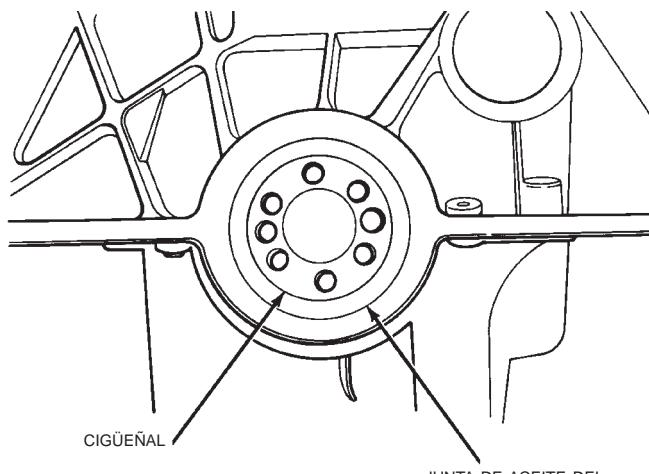

Fig. 66 Reemplazo de la junta de aceite trasera del cigüeñal
(1) Retire la placa de mando del convertidor o el volante del motor. Deseche los pernos usados.
(2) Haga palanca para extraer la junta de la brida del cigüeñal, asegúrese de no rayar o mellar el cigüeñal. (Fig. 66)